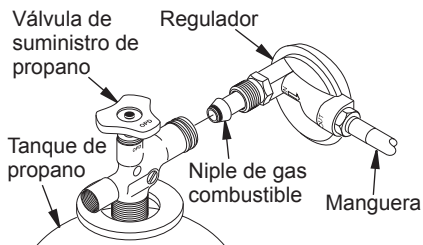

Figura 6 - Posición del regulador
2. Conecte el niple de gas combustible del conjunto de manguera y regulador al o los tanques de propano. Gire el niple de gas combustible en sentido contrario al de las manecillas del reloj en las roscas del tanque. Apriete firmemente usando una llave. **IMPORTANTE:** coloque el regulador de manera que la manguera que sale del regulador esté en posición horizontal (consulte la figura 6). Esto coloca la ventila del regulador en la posición correcta para protegerla de la intemperie.